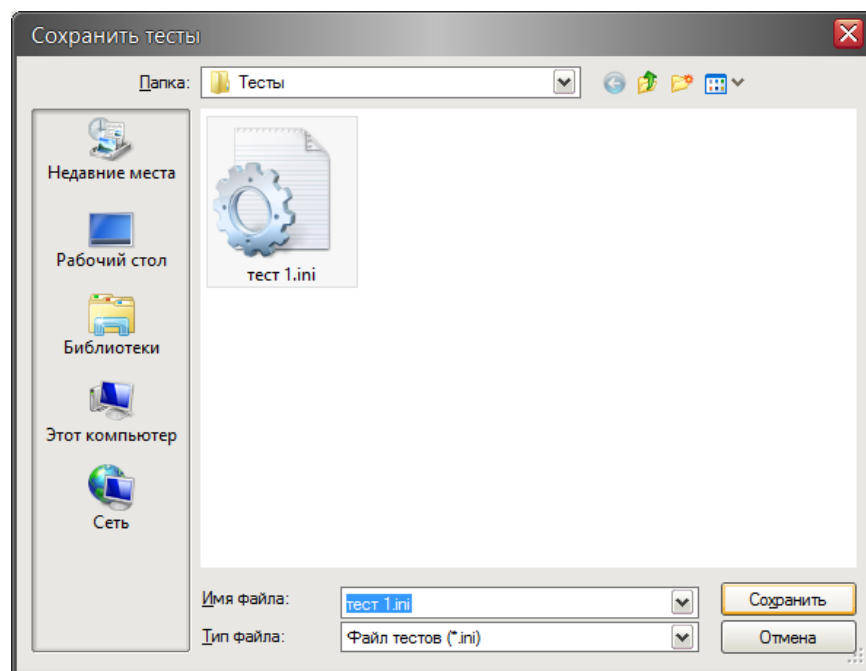

Рисунок 18 – Сохранение теста в файл на компьютере
20. Сохранить тесты в виде файла на диске компьютера. Для этого в меню «Файл/Сохранить тесты» задать имя файла теста (рисунок 18).